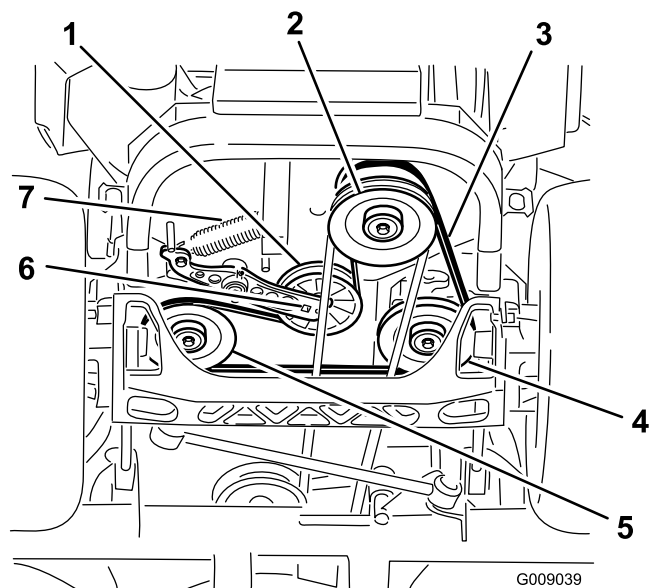

Figura 77
4. Levante la máquina y apóyela sobre soportes fijos (Figura 77).
5. Utilice una llave de carraca en el taladro cuadrado del brazo tensor para retirar el muelle tensor (Figura 77).
6. Desenganche el muelle de la polea tensora del bastidor (Figura 77).
9. Utilizando la llave de carraca en el taladro cuadrado del brazo tensor, instale el muelle tensor en el bastidor (Figura 77).